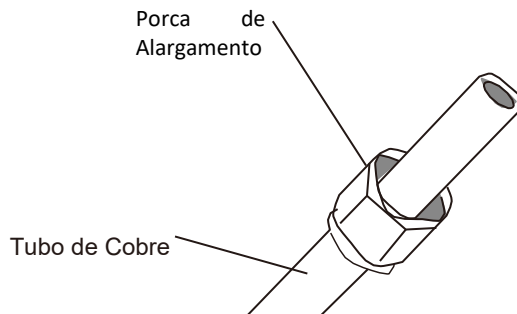

Fig. 5.3
3. Coloque as porcas de alargamento em ambas as extremidades do tubo. Certifique-se de que estão viradas na direção correta, visto que não conseguirá colocá-las ou mudar a sua direção após o alargamento. **Ver Fig. 5.3.**